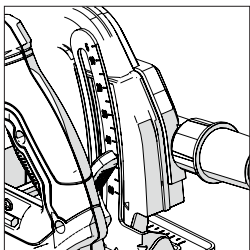

Fig. 11
**Avvertenza:** Una scala di profondità può essere trovata sul quadrante di regolazione di tale valore, con un indicatore corrispondente presente nell'area limitrofa del coprilama superiore dell'utensile. (Fig. 11) Utilizzare tali funzioni può favorire una rapida impostazione.